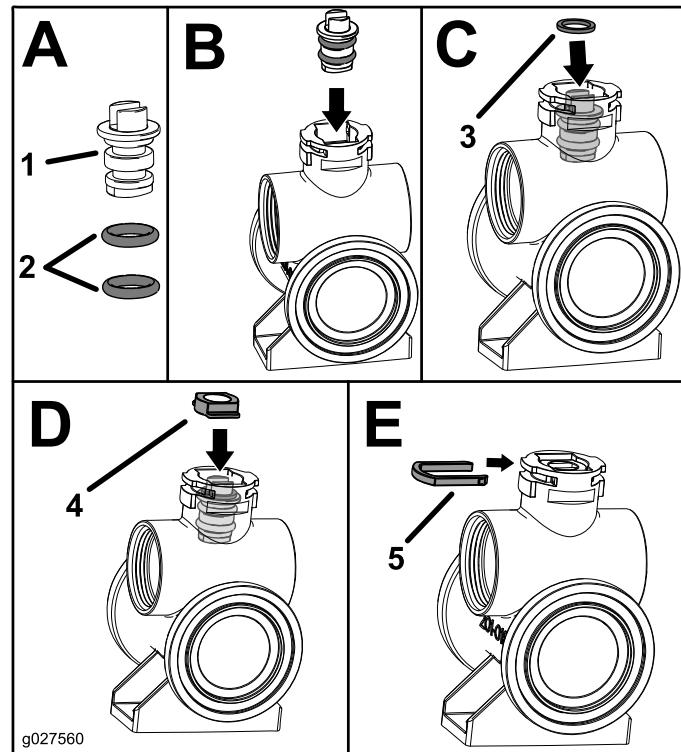

図4
1. バルブのステムにグリスを塗り、新しいステム用Oリングを取り付ける 插入図A; 図4。
2. バルブシステム・アセンブリをバルブボディに取り付ける 插入図B; 図4。
3. バルブシステム・アセンブリにスラストワッシャを取り付ける 插入図C; 図4。
4. バルブシステム・アセンブリにステム・リテーナを取り付ける 插入図D; 図4。
- ステムリテーナのヘアピンを外取り付ける挿入図E; **図4**。